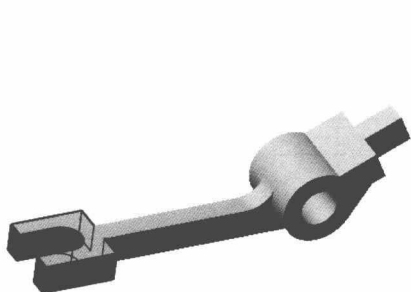
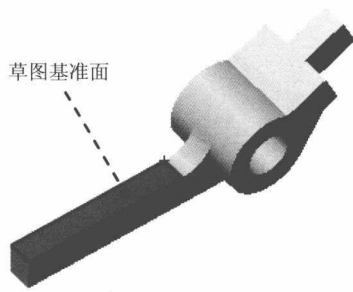
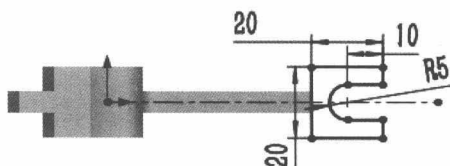

图 1.9 凸台-拉伸 3
图 1.10 草图基准面
图 1.11 横断面草图
Step5. 创建图 1.9 所示的零件特征——凸台-拉伸 3。选择下拉菜单 **插入(I)** → **凸台/基体(B)** → **拉伸(E)...** 命令 (或单击 按钮)；选取图 1.10 所示的平面为草图基准面；在草图绘制环境中绘制图 1.11 所示的横断面草图；在“凸台-拉伸”对话框 **方向1** 区域的下拉列表中选择 **给定深度** 选项，输入深度值 8.0；单击 按钮，完成凸台-拉伸 3 的创作。